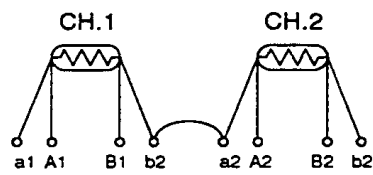

图.1
- (1) 将 A1S62RD4 的 a1 和 b2 端子相连(见下图 1)。